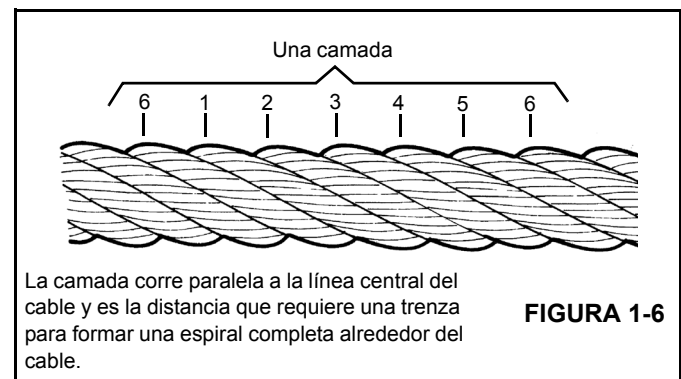

FIGURA 1-6
- En los cables móviles, si hay seis hilos rotos distribuidos al azar o tres hilos rotos en una misma trenza de una camada (Figura 1-6).